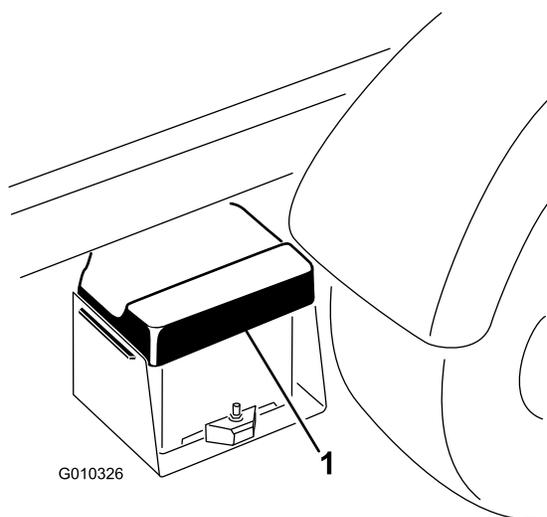

Рисунок 4
1. Надавите на крышку аккумуляторной батареи, чтобы высвободить лапки крепления из основания аккумуляторной батареи (Рисунок 4).
- Снимите крышку с основания аккумулятора (Рисунок 4).
- Поместите крышку аккумуляторной батареи на основание аккумуляторной батареи (Рисунок 4).
- Надавите на крышку аккумуляторной батареи, совместив лапки крепления с основанием аккумуляторной батареи, и отпустите крышку (Рисунок 4).